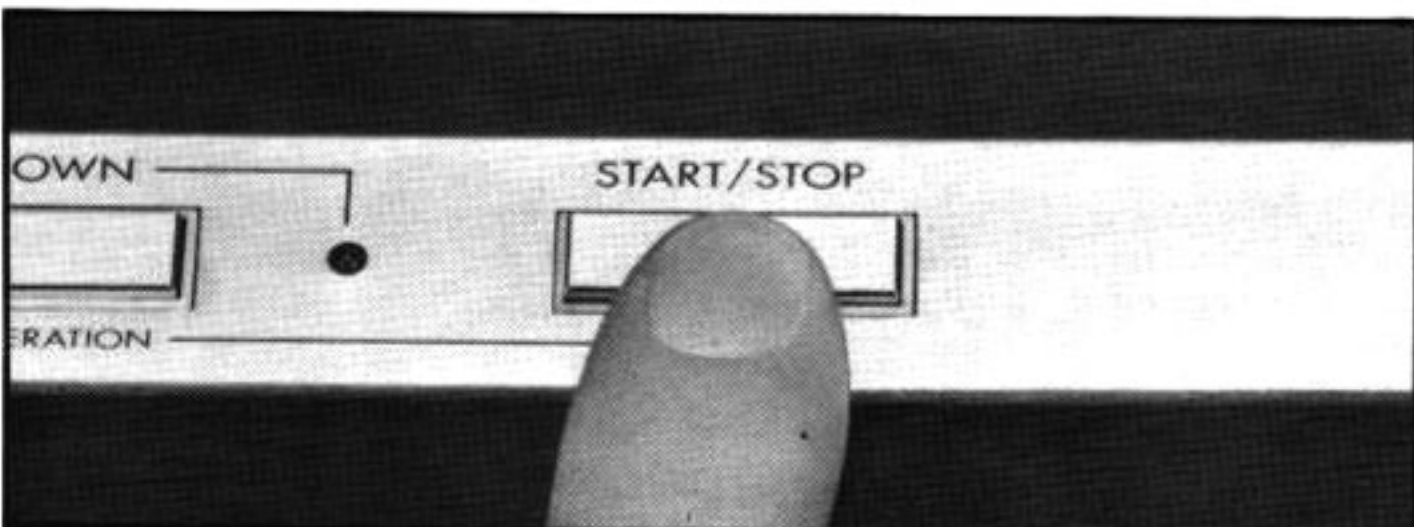

Fig. 24 Abb. 24
5. Press the START/STOP switch gently, the turntable starts to rotate, (upon reaching optimum rpm, the QUARTZ LOCK indicator lights) the tonearm will automatically lead-in and start to play. (Fig. 24)
5. Drücken Sie den Start/Stop-Schalter (START/STOP), der Plattenteller beginnt sich dann zu drehen. (Beim Erreichen der optimalen Umdrehungsgeschwindigkeit leuchtet die Anzeige für Quartzverriegelung (QUARTZ LOCK) auf.) Der Tonarm senkt sich automatisch in die Einlaufrille und beginnt mit der Wiedergabe. (Abb. 24)
5. Enfoncer doucement le commutateur START/STOP, le plateau commencera à tourner, (lorsque le plateau atteindra sa vitesse optimum de rotation, l'indicateur QUARTZ LOCK s'allumera) le bras de lecture se mettra en place et la lecture commencera. (Fig. 24)